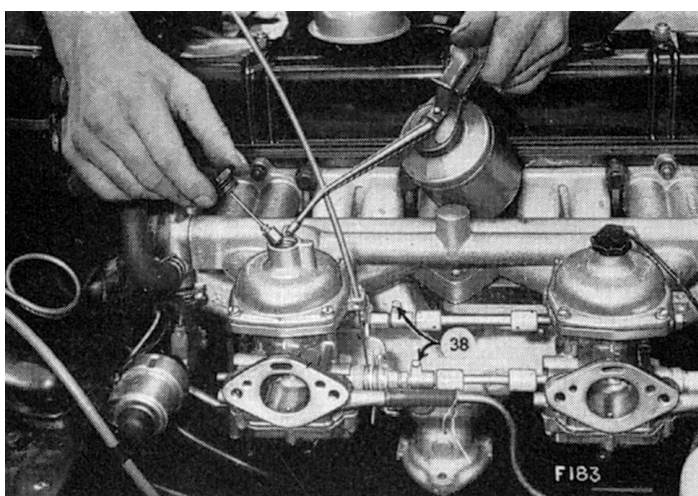

Fig. 50. Remplissage des chambres d'amortisseurs
S'assurer que la vis (69) est réglée pour obtenir un écartement de 1,575 mm (1/16 de pouce) comme indiqué par une flèche sur la Fig. 50.